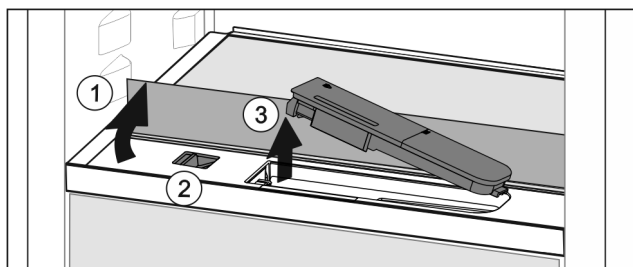

Fig. 119
- ▶ Skleněnou desku nadzvedněte a zaklapněte dozadu až na doraz Fig. 119 (1).
- ▶ Posuvník Fig. 119 (2) posuňte doleva.
- ▶ Vyjměte nádržku na vodu Fig. 119 (3).